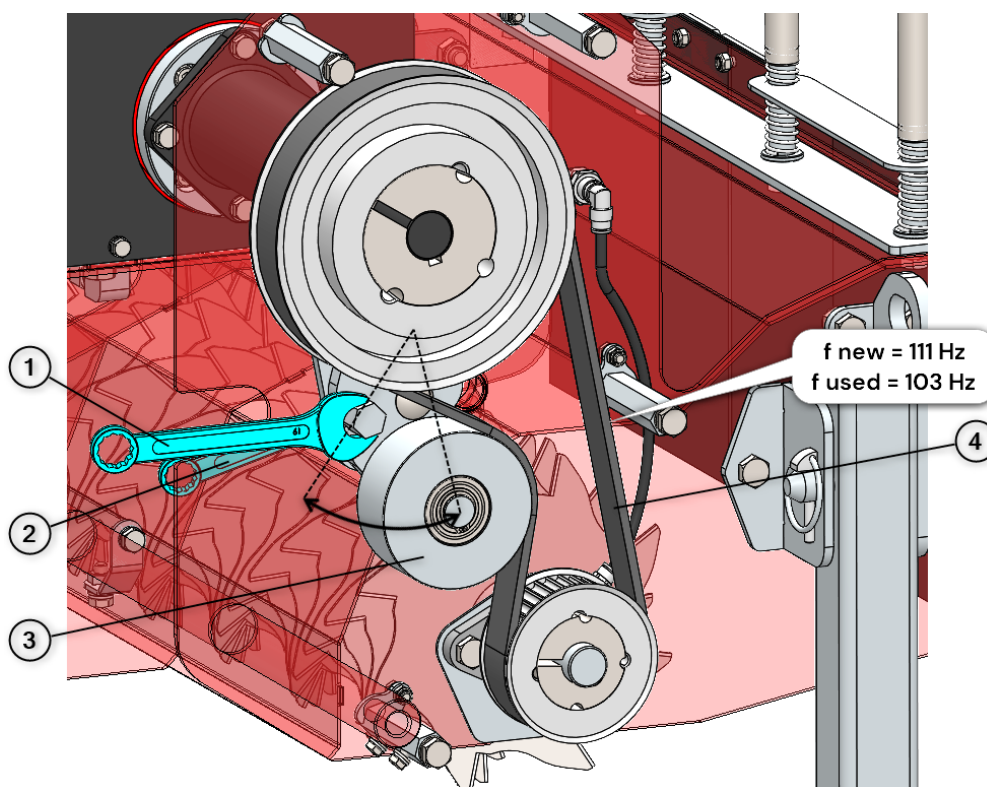

Fig. 23
Tandriem A bevindt zich aan de linker achterzijde en het vervangen en spannen gaat als volgt (zie Fig. 23):
1. Gebruik steeksleutel 17 (2) om de moer van de spanrol (3) een slag te lossen. De spanrol kan nu vrij heen en weer bewegen.
2. Indien de tandriem (4) (SKU A0002092) vervangen moet worden, kan hij nu van de tandriempulleys afgehaald worden en een nieuwe worden geplaatst.
3. De Tandriem (4) dient weer op spanning gebracht te worden. Gebruik hiervoor steeksleutel 19 (1) en zet deze op de hexagon stomp.
5. Gebruik vervolgens een frequentiespanningstester om de spanning van de tandriem te controleren. In Fig. 23 staat de juiste frequentie aangegeven voor een nieuwe en bestaande tandriem.
7. Als de juiste frequentie is bereikt  $\pm 3$  HZ kan de moer (2) van de spanrol met het juiste moment worden vastgezet, zie hoofdstuk 12.7.